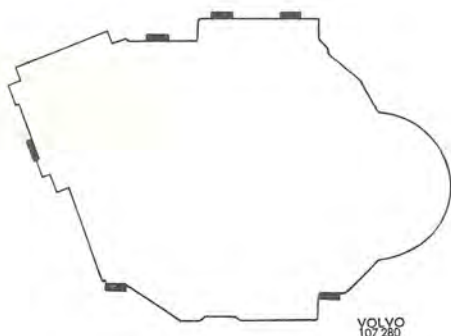

Bild 42. Placering av klämmor för mittskarv
9. Montera den vänstra halvan. Vid hopsättningen använd klämmor med det. nr. 676234, vilka monteras med en tång enligt bild 23. Placeringen av mittskarvens klämmor görs enligt bild 42.